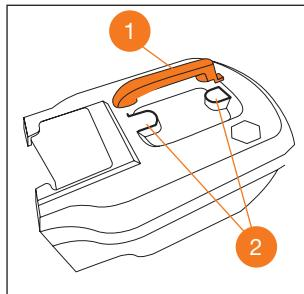

рис. 17
1. Вставьте ручку травосборника 1 в посадочные отверстия 2 и защёлкните её (Рис. 17).